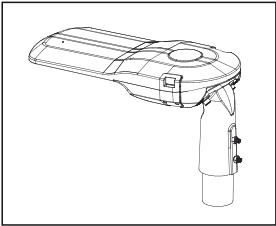

Рис. 2
- 5.12 Торшерное крепление: открутить регулировочные винты, снять кронштейн со светильника, повернуть его на 90° для торшерной установки и закрепить на светильнике, затянув регулировочные винты. Установить кронштейн светильника на торшерную опору, затянуть два фиксирующих винта (рис. 2). При необходимости отрегулировать наклон светильника при помощи регулировочных винтов (±5°).